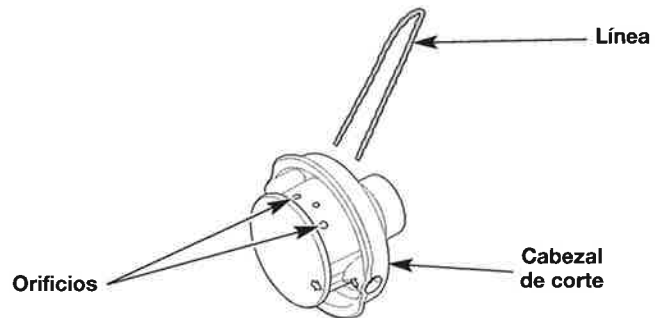
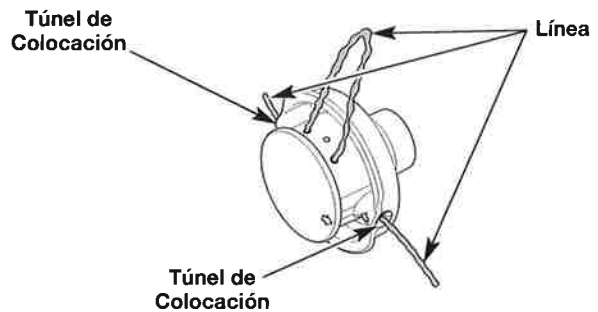

Fig. 14
Fig. 15
3. Inserte los extremos del nuevo hilo de recorte dentro de los orificios del cabezal de corte (Fig. 14). Empuje el hilo a través de los orificios hasta que ambos extremos sobresalgan de los conductos de posicionamiento (Fig. 15).